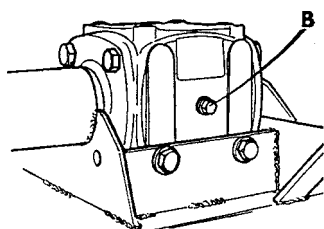

Fig. 2
1. Ist das Getriebeöl bis zur Kontrollschraube (A) (Abb. 2) eingefüllt? Bitte SAE 90 Öl verwenden. (1 l.)